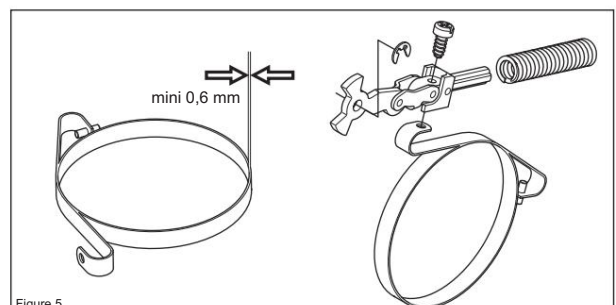

Figure 5
- Mesurez l'épaisseur de la bande du frein de chaîne. Elle ne doit pas être inférieure à 0,6 mm en tout point. (voir figure 5)
Boulonnez le joint coudé à la bande de frein (voir figure 5) et serrez à un couple de 1 à 1,5 Nm.